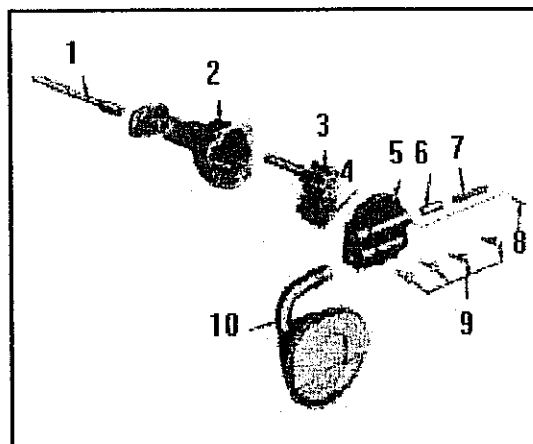

Abb. 2-17/b Explosionsansicht Ölpumpe
- Haltestift für das federbelastete Überdruckventil entfernen und alle Bauteile des Überdruckventils herausnehmen. Siehe Abb. 2-17.